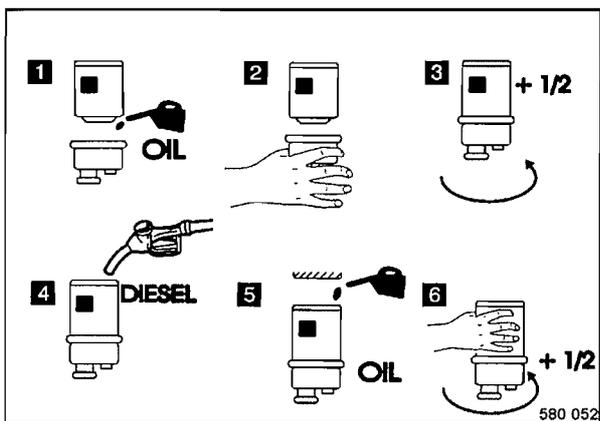

Fig. 80
- Untar la junta de goma del separador de agua 1 (Fig. 80) ligeramente con aceite.
- Enroscar el separador de agua con la mano (2) hasta la junta hace contacto.
- Apretar el separador de agua por otra media vuelta (3).
- Llenar el nuevo cartucho filtrante con combustible diesel limpio (4)
- Untar la junta de goma del elemento filtrante (5) ligeramente con aceite y apretarlo con la mano hasta la junta hace contacto.
- Apretar el elemento filtrante por otra media vuelta (6).